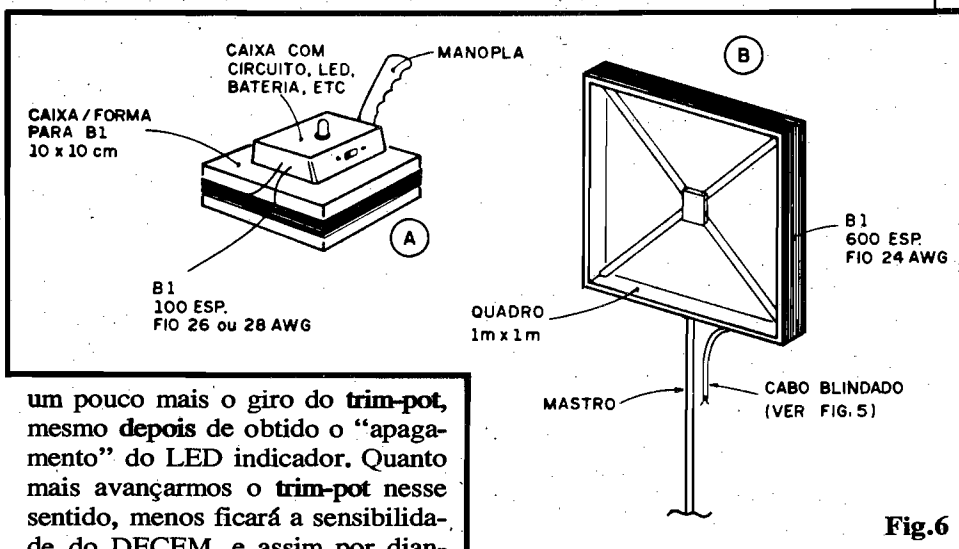

Fig.6
- FIG. 6 - A (IMPORTANTE) BOBINA DETETORA - Um componente do circuito não será
encontrado pronto no varejo: a bobina B1. Esta deverá ser construída pelo Leitor/Hobbysta, seguindo os dados mostrados na fig. 6... Para um uso "portátil" do DECEM, convém que a bobina seja enrolada sobre uma forma/caixa medindo 10 x 10 cm., com uma altura em torno de 2 a 3 cm. Deverão ser colocadas cerca de 100 espiras em torno da dita caixa/forma, do fio de cobre esmaltado nº 26 ou 28 AWG (ver LISTA DE PEÇAS). As espiras podem ser enroladas umas sobre as outras, sem muita preocupação de fazer um enrolamento "certinho", porém tentando manter a "coisa" compacta e firme... Realizado todo o enrolamento, o conjunto pode ser fixado com adesivo de epoxy ou com fita colante de boa qualidade, de modo que a bobina não possa "desmanchar"... Observar (fig. 6-A) que a dita caixa/forma facilmente servirá como base mecânica geral para o DECEM, suportando um outra caixa (esta pequena), contendo o circuito e a bateria. O LED indicador e a chave interruptora geral poderão sobressair dessa caixa menor, "encavalada" sobre a caixa/forma da bobina... Uma simples manopla (do tipo utilizado pelos fotógrafos para segurar iluminadores, ou mesmo do tipo usado em bicicletas) poderá ser fixada ao conjunto, facilitando o "agarramento" e o manuseio do dispositivo...
Campos eletro-magnéticos oscilantes ou pulsados, emanados de motores, transformadores, fiações percorridas por Corrente Alternada, etc., podem ser facilmente rastreados com o arranjo configurado "nos conformes" da fig. 6-A (tipo "portátil").